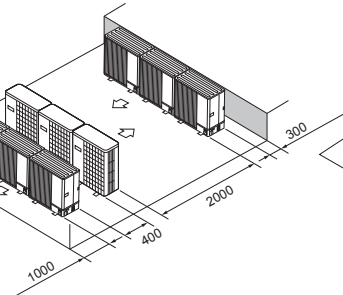

Fig. 2-18
- ⑥ Aranjare: unități multiple, paralele (Fig. 2-18)